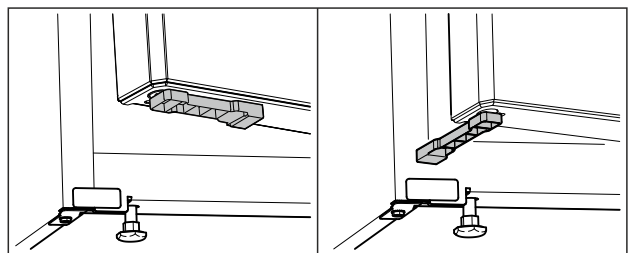

Fig. 61 *
- Türabstandshalter um 90° drehen. (siehe Fig. 61) *